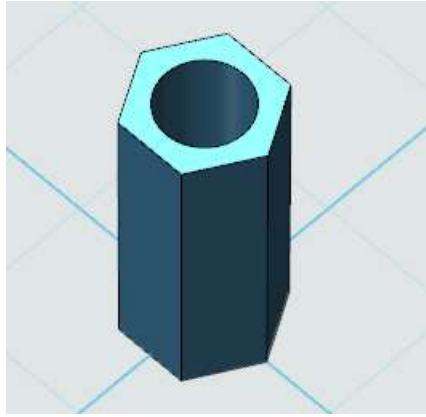

图 3-6
4. 选择下面，点击草图，选择拉伸减运算，高度为 11。完成后如图 3-6 所示。